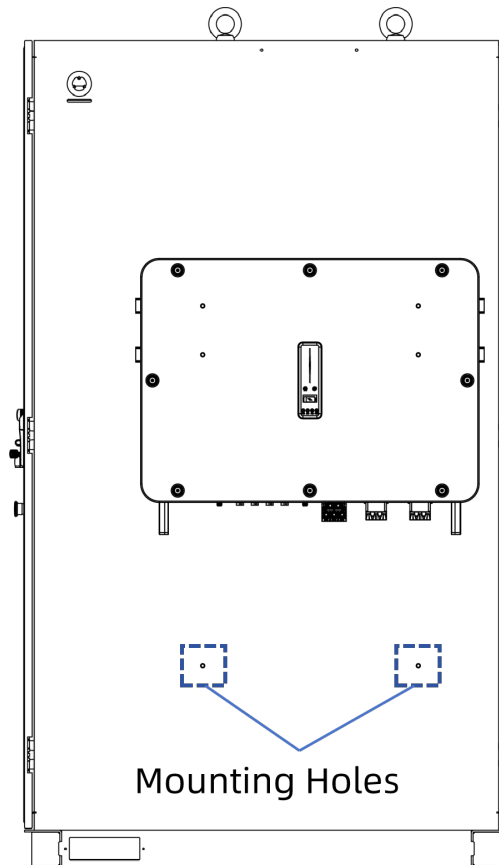

Figura 7-4: Orificios de montaje de la cubierta
Tras completar las conexiones eléctricas, instale la cubierta protectora del cable en el panel lateral derecho del gabinete. En la Figura 7-4 se muestran dos orificios de montaje.
1. Alinee el soporte de montaje con los orificios del gabinete según se muestra en la Figura 7-4 y asegure el soporte al gabinete con tornillos M10.